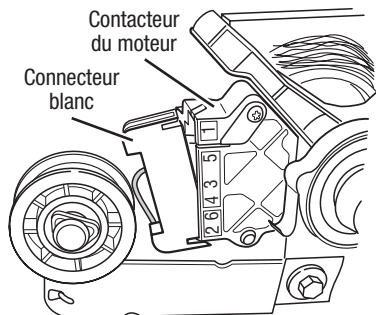

Figure 8. Débrancher le connecteur blanc.
5. Débrancher le connecteur blanc du contacteur du moteur. Voir figure 8.